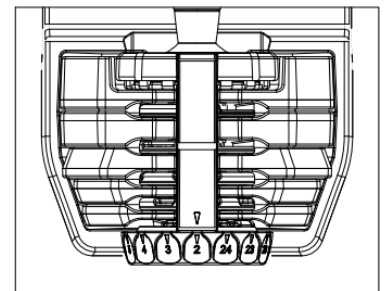

Abbildung 1
1. Setzen Sie den Hantelgriff auf die Hantelbasis und drehen Sie beide Einstellknöpfe auf die niedrigste Zahl ( Abbildung 1 ). Sie wissen, dass Sie die Zahl vollständig und richtig eingestellt haben, wenn Sie spüren, dass die Einstellknöpfe in die Kerben (die sogenannten Rasten) einrasten. Sie sollten auch ein leichtes Klicken an der Position der Kerbe hören, die der jeweiligen Zahl entspricht.